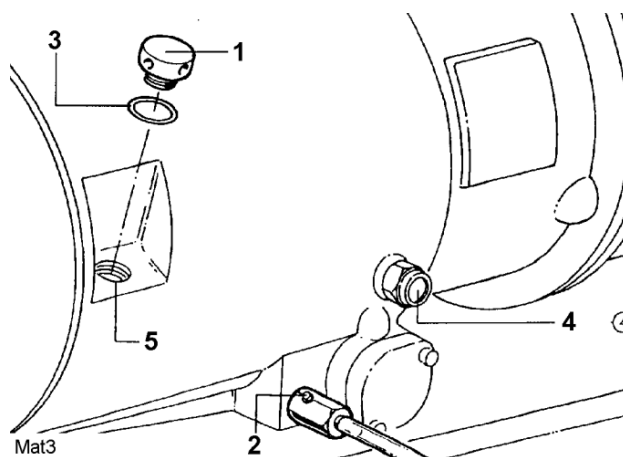

Fig. 1
- Soltar la tuerca moleteada 1 (Fig. 1).